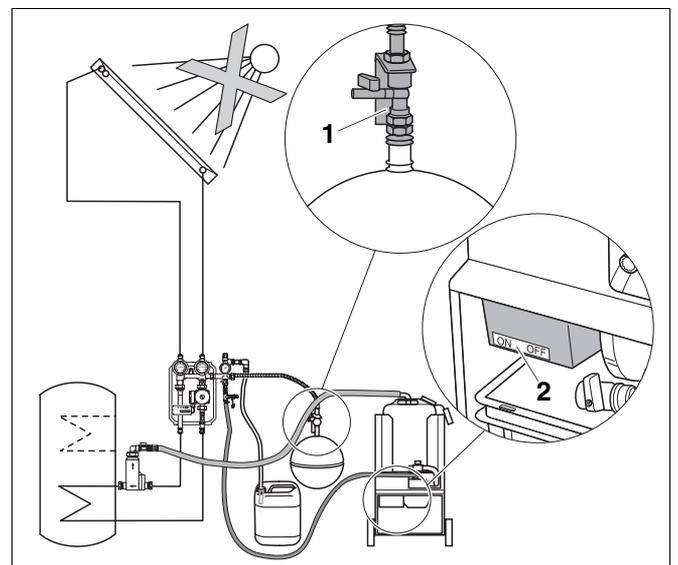

Abb. 26 MAG montieren
- Schalten Sie die Befüllpumpe (Abb. 26, **Pos. 2**) aus.
- Montieren Sie wieder das MAG (Abb. 26, **Pos. 1**) bzw. öffnen Sie das Kappenventil.
- Schalten Sie die Befüllpumpe (Abb. 26, **Pos. 2**) ein.